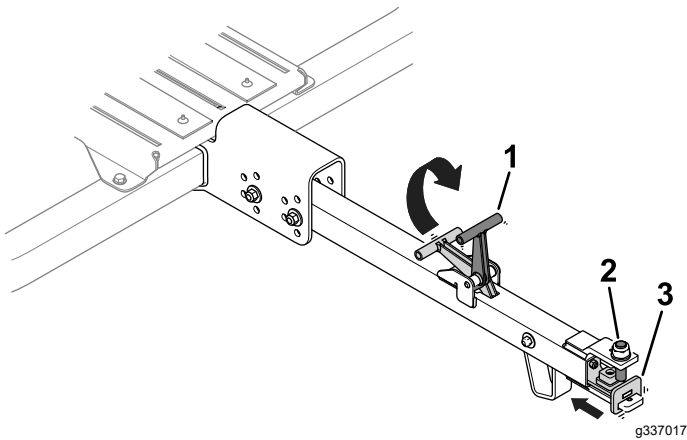

Figura 26
1. Ridicai mânerul barei de cuplare (Figura 26).